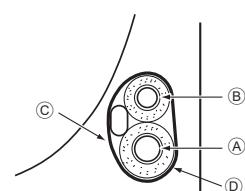

Fig. 4-5
4.5.1. Укладка в место для трубок блока (Fig. 4-5)
- Изолента ③